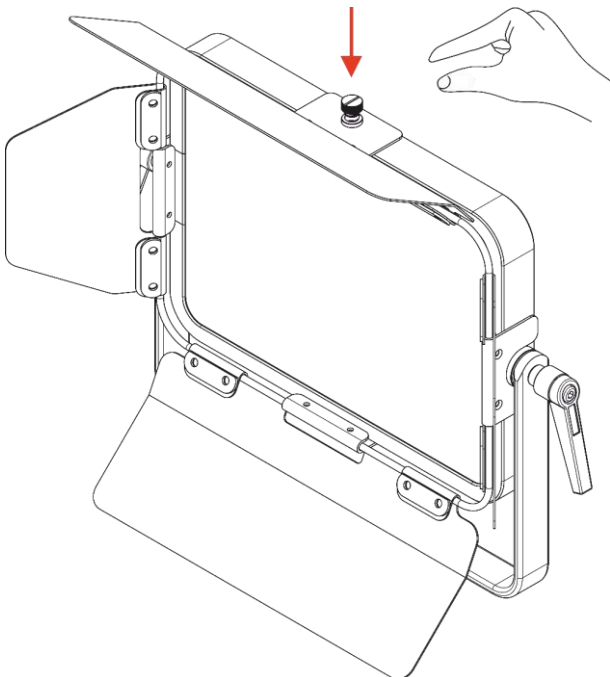

Abb. 10
- 03) Lassen Sie die federbelasteten Halterungen los, sobald sie sich über dem jeweiligen Befestigungsloch an der Unter- und Oberseite des Scheinwerfers befinden (Abb. 10).